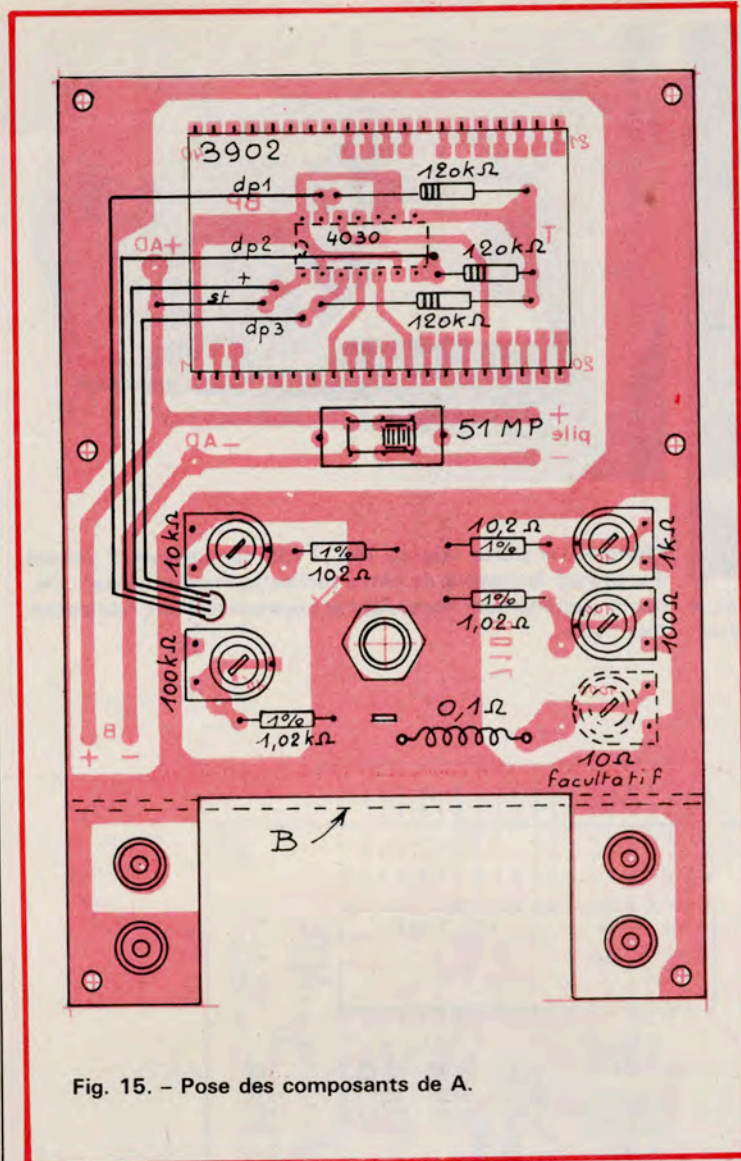

Fig. 15. - Pose des composants de A.
a) Le convertisseur A/D (voir figure 15) :
Poser et souder les shunts à 1% et leurs ajustables. Voir figure 15 et photos E et F. Notons que le shunt 0,1 Ω à faire avec 2 à 3 cm de fil de constantan de 4/10, étant ajustable, la résistance variable associée et dont l'emplacement est prévu sur A, est tout à fait facultative. Elle n'a pas été montée sur la maquette (elle serait de 10 Ω).